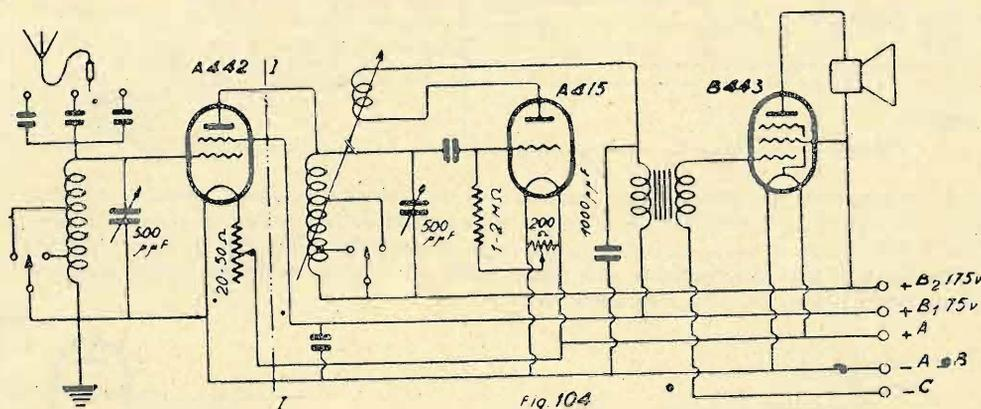
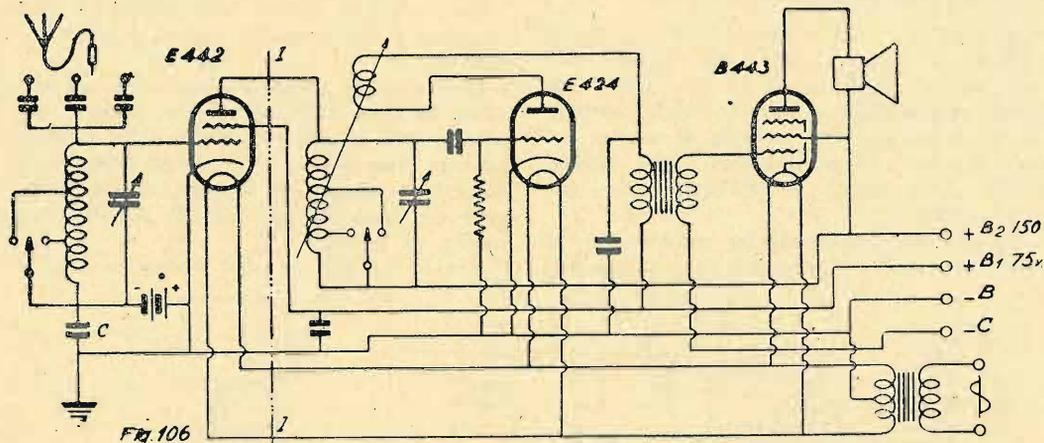
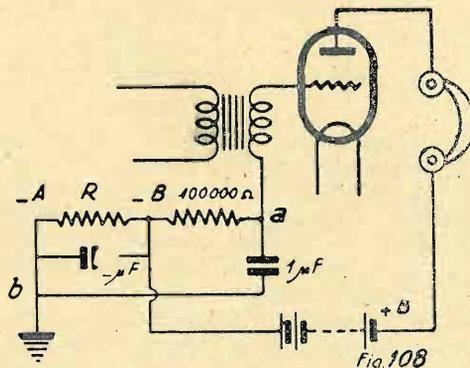
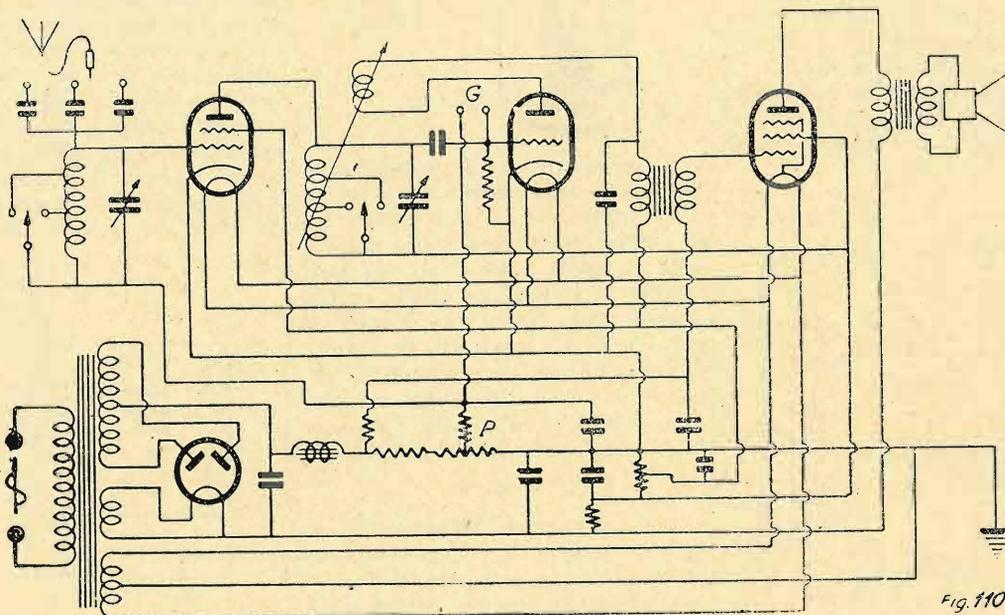

Fig. 104
Fig. 106
Fig. 108
Fig. 110
stato disposto uno schermo metallico per impedire accoppiamenti induttivi o capacità nocive. Per prolungare lo schermo all'interno della valvola ad alta frequenza, è bene montare la valvola stessa orizzontalmente (fig. 15) e passarla attraverso allo schermo I-I (fig. 104), in modo che lo schermo e il bordo della griglia-schermo formino un condensatore. In tal modo, essendo lo schermo esterno collegato alla terra per le
B) *Ricevitore a tre valvole (filamenti riscaldati con corrente alternata).* — Osservando attentamente lo schema della fig. 106, vi si notano moltissime rassomiglianze con quello della fig. 104. Infatti, lo schema dell'apparecchio è identico: l'unica differenza sta nel fatto che i filamenti delle valvole — a riscaldamento indiretto — sono direttamente alimentati dalla corrente alternata della rete. La corrente fornita dalla rete viene trasformata alla tensione di 4 volts da un trasformatore, il cui secondario comporta una presa intermedia collegata alla terra. Questa disposizione serve ad evitare ogni rumore di fondo determinato dalle continue variazioni di tensione della corrente al-
di una batteria separata, come è indicato nella fig. 104, una parte della tensione di placca. Il montaggio relativo è indicato dalla fig. 108: una resistenza R viene inserita tra il polo negativo della sorgente di tensione
C) Ricevitore a tre valvole ad alimentazione completa con corrente alternata. — Lo schema di questo apparecchio è indicato dalla fig. 110. Esso assomiglia assai a quello della fig. 106, soltanto che l'apparecchio di tensione anodica, incorporato al resto del ricevitore, fornisce le tensioni di placca necessarie, come pure le tensioni negative di griglia. Il potenziometro P rende regolabile la tensione di griglia della valvola ad alta frequenza, e costituisce, nel tempo stesso, una parte della resistenza della valvola di uscita.
Nelle figure 104 e 106, la tensione anodica di 150 volts viene applicata direttamente all'altoparlante. Talvolta,